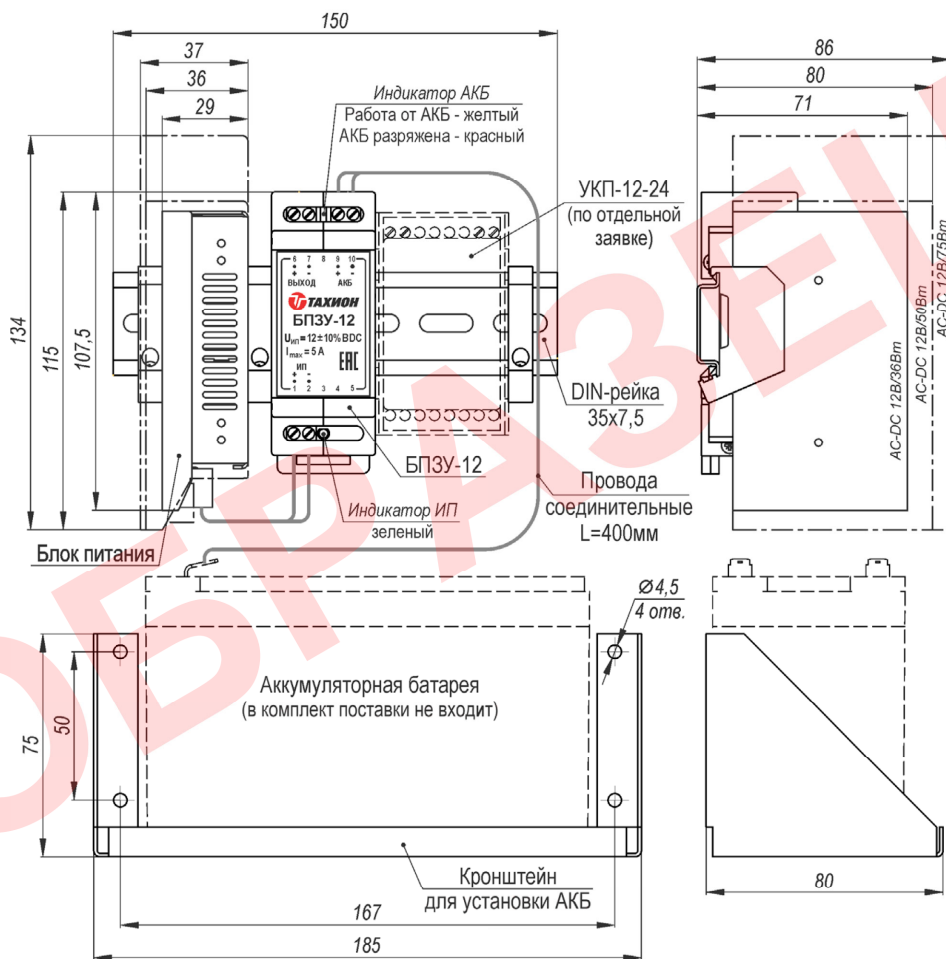
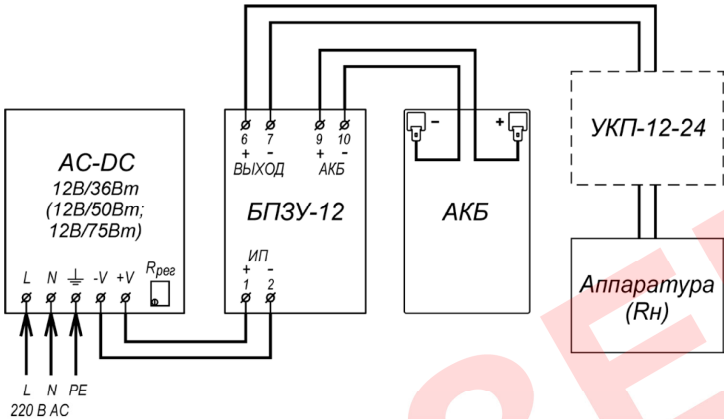

Рисунок 1 – Устройство, габаритные и установочные размеры
Рисунок 2 – Схема электрическая принципиальная
12. Габаритные размеры	см. рисунок 1
Подключение цепей изделий производится в соответствии со схемой электрической принципиальной (рисунок 2). Для подключения необходимо:
2. Установить аккумуляторную батарею на кронштейн (рисунок 1) и подключить ее проводами соединительными к контактам 9 (+) и 10 (-) БПЗУ-12, соблюдая полярность.
4. Подать трехпроводным кабелем напряжение питания 220 В AC на соответствующие контакты блока питания, при этом фазный провод (L) соединить с контактом L, нулевой провод (N) с контактом N, а провод заземления соединить с контактом PE.
5. При необходимости отрегулировать значение выходного напряжения при помощи потенциометра «R_{рег}» (рисунок 2).